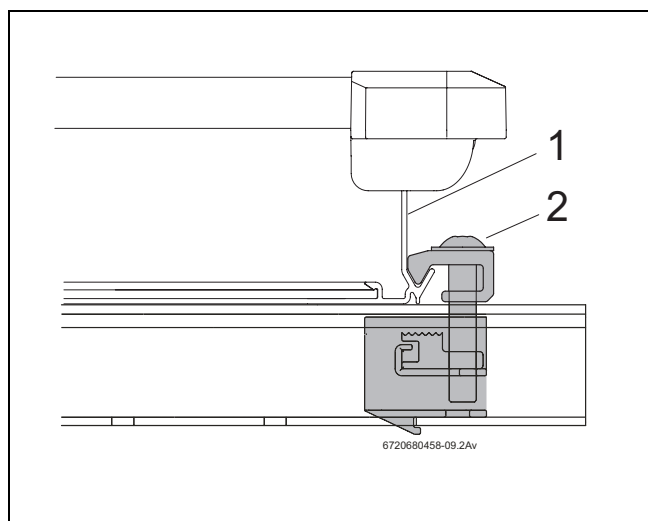

Fig. 39 Tensor unilateral del captador atornillado
- Deslice el captador (Fig. 39, [1]) con cuidado hasta el tensor unilateral del captador y sitúelo en posición horizontal.
- Atornille el tensor unilateral del captador (Fig. 39, [2]) con la llave de tamaño 5.
El elemento de sujeción del tensor del captador (Fig. 39, [2]) queda enganchado en el borde inferior del captador.